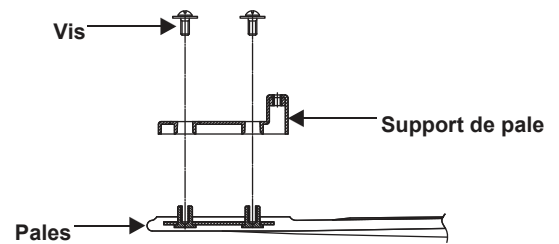

Figure 5
2. Fixez le support de pale aux pales à l'aide des vis fournies. Répétez le processus avec d'autres pales. (Fig. 5)